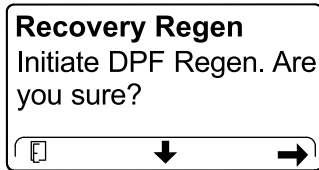

Figura 86
4. En la pantalla INITIATE DPF REGEN (Iniciar regeneración de DPF), pulse el botón derecho para continuar (Figura 86).